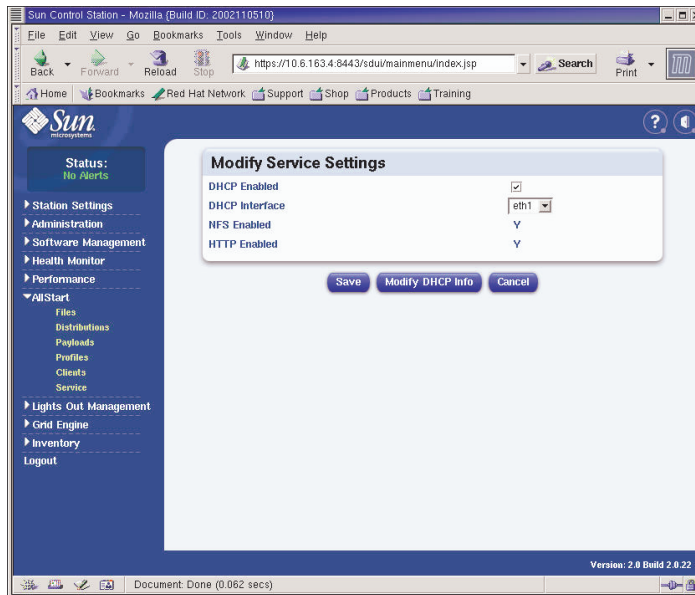

FIGURA 2-23 Finestra Modify Service Settings
3. Nella finestra Modify Service Settings configurare le seguenti impostazioni obbligatorie (per un esempio, vedere la FIGURA 2-23):